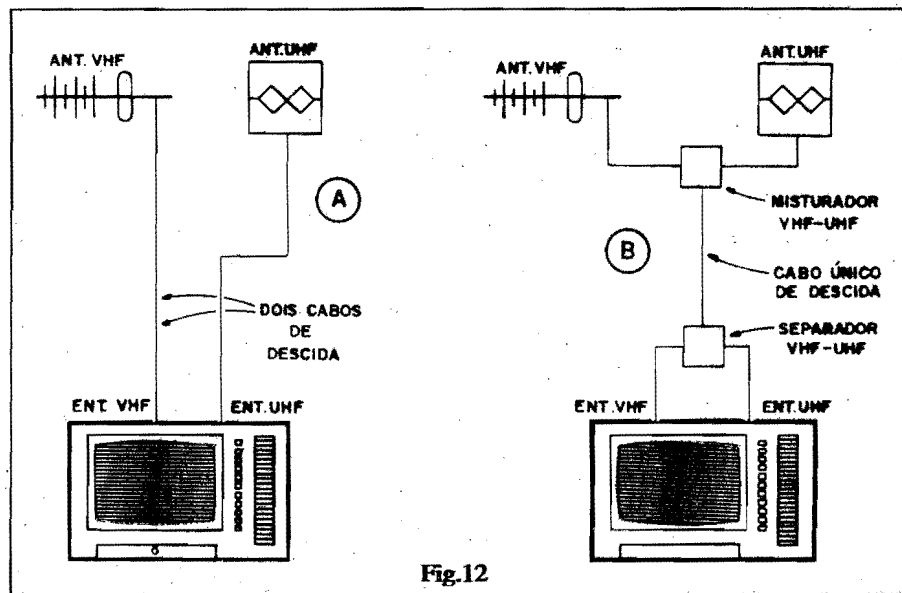

Fig.12
- **FIG. 12** - Até agora falamos e mostramos os fatos como uma visão "estritamente em UHF"... Acontece que na grande maioria dos casos, também emissoras "normais" (VHF) devem ser recebidas no sistema. A parte prática da instalação apresenta duas opções básicas, mostradas na figura... Normalmente existirá pelo menos uma antena de VHF para ser incorporada ao sistema de recepção; supondo que o receptor de TV apresente entradas específicas para a cabagem de antenas VHF e UHF (obviamente TV capaz de sintonizar VHF e UHF...), ou (12-A) são feitas duas "descidas" de cabo, uma para cada antena, ou (12-B) utiliza-se um MISTURADOR "lá em cima" e um SEPARADOR "aqui em baixo". Tanto o MISTURADOR quanto o SEPARADOR devem